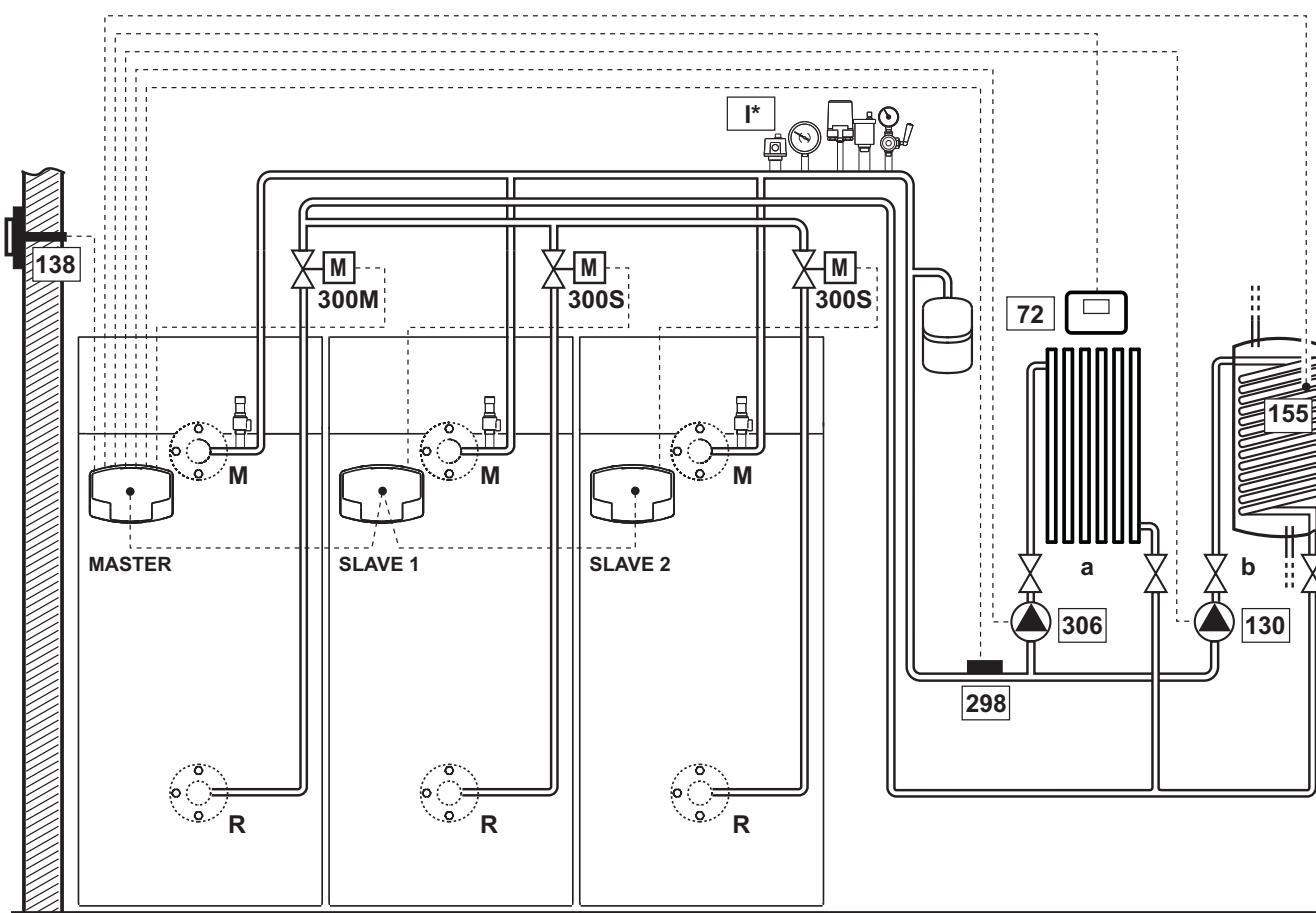
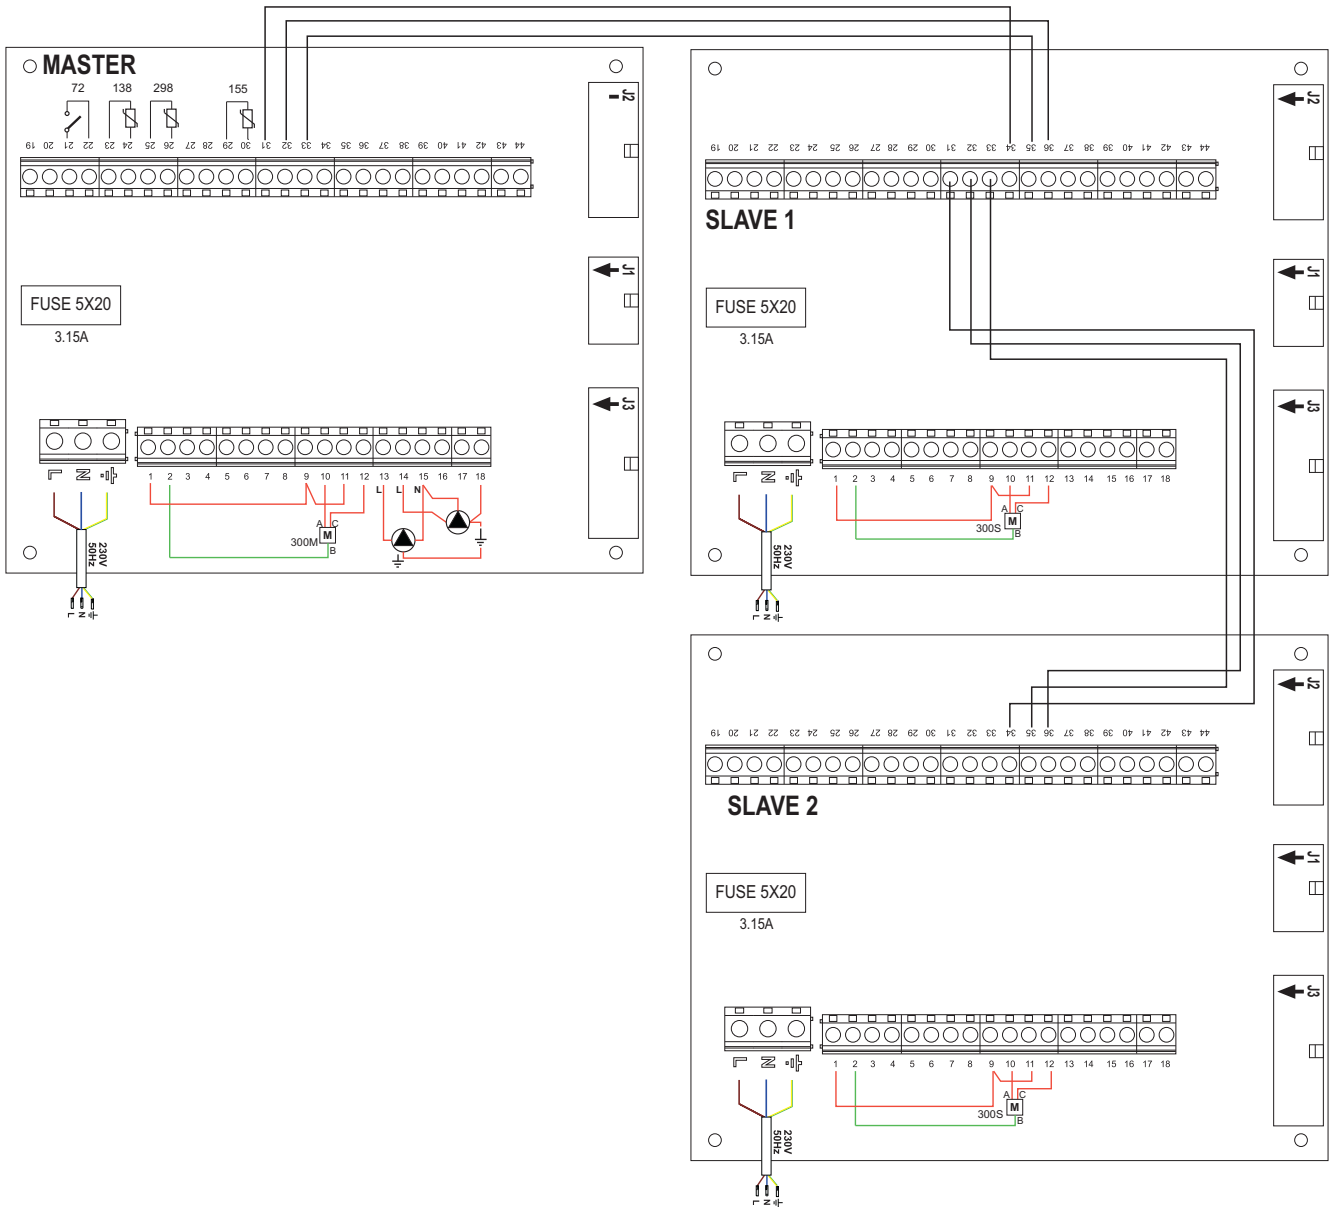

рис. 49
рис. 50
**Спецификация (рис. 49 и рис. 50)**